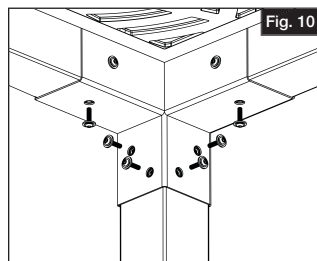

Fig. 10
- 10** After all 4 posts are inserted, use a step ladder to insert final bolts with washers into corner brackets (Fig. 10).
Una vez insertados los 4 postes, utilice una escalera de mano para insertar los pernos finales con arandelas en las riostras esquineras (Fig. 10).